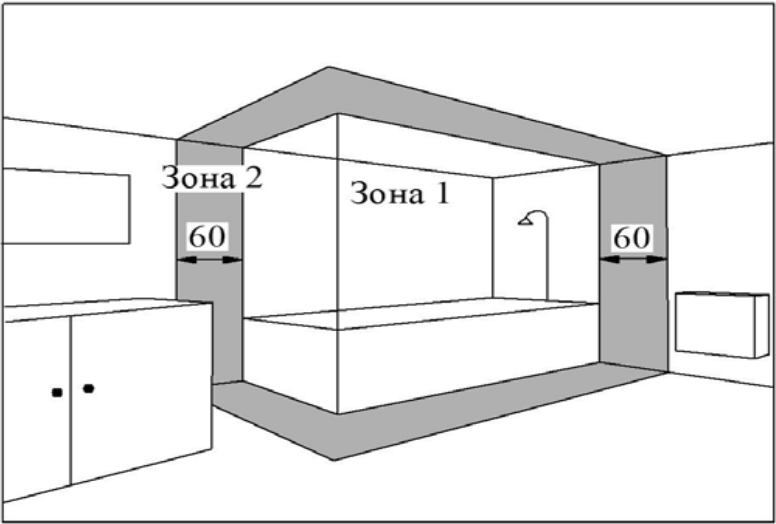

Рис. 4
5.7. Конвектор в брызгозащищенном исполнении допускается устанавливать в ванных комнатах, душевых, бассейнах (Рис.4). При этом установка конвектора запрещается: